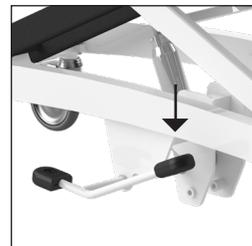

Abbildung 6 Nach oben.
- Die Liege bewegt sich durch ruhiges und gleichmäßiges Drücken des langen Stücks des Fußpedals nach oben (siehe Abbildung 6).